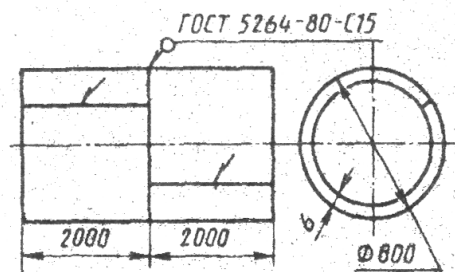

Рис. 1.
1. Изобразите схему и опишите сущность процесса ручной электродуговой «варки толстопокрытыми электродами. Укажите назначение покрытия. Разработайте процесс сварки цилиндрической части резервуара из стали марки Ст3 (рис. 1). Производство мелкосерийное. Укажите тип соединения, форму разделки кромок под сварку (по ГОСТу) и приведите эскиз сечения шва с указанием размеров. Подберите марку и диаметр электрода, определите режим сварки. По размерам шва подсчитайте массу наплавленного металла. Определите расход электродов с учетом потерь, расход электроэнергии и время сварки изделия. Укажите методы контроля качества сварного шва.